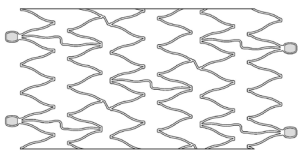

Abbildung 2 – Nitinol-Stent
- c) Remove the shipping lock (Figure 2).
- Implantierbarer selbstexpandierender Stent aus einer Nickel-Titanium-Legierung (Nitinol), wie in Abbildung 2 gezeigt. Der Stent ist eine biegsame, dünne und spiralförmige Gewebeprotthese, die ihren maximalen Durchmesser nach der Einführung in das Blutgefäß erreicht. Nach der Einführung vermittelt der Stent radiale Kraft nach außen auf die Lumenoberfläche des Gefäßes, um Durchgängigkeit herzustellen.